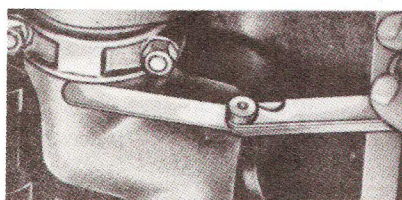

Fig. 31 — Holgura Lateral de Bielas. T6pico.
8. Despu6s que se han instalado los 6mbolos y las bielas, mida la holgura lateral de las bielas, en cada mu66n del cigüe6al (Fig. 31).